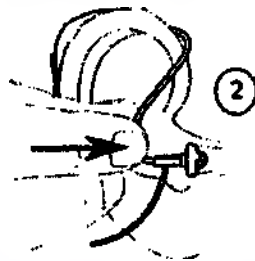

Рисунок 12 – Установка колпачка в слуховой проход
2.1.5.2 Возьмите изгиб трубочки большим и указательным пальцами. Колпачок должен располагаться напротив отверстия слухового прохода. Аккуратно вставляйте колпачок в слуховой проход до тех пор, пока трубочка не будет плотно прижиматься к голове (рисунок 12).